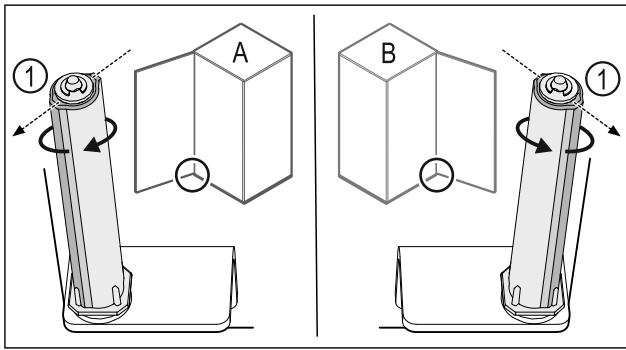

Fig. 23 Tope izquierdo (A) / tope derecho (B)
- ▶ Girar el sistema de cierre contra la resistencia hasta que el alma del sistema de cierre Fig. 23 (1) apunte hacia afuera.